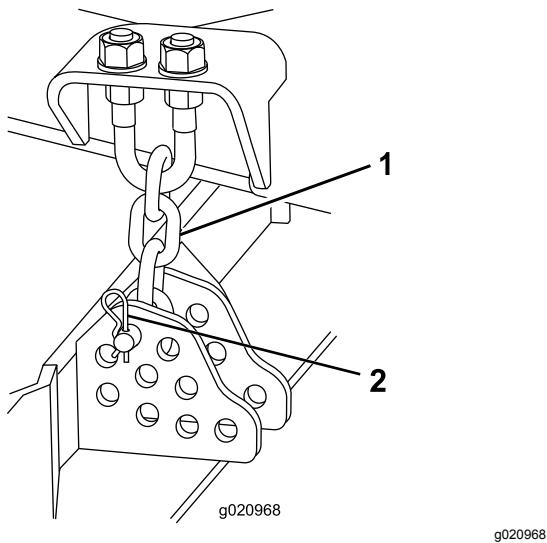

Figura 19
10. Togliete la coppiglia e il perno con testa che fissano le catene dell'altezza di taglio sul retro del piatto di taglio (Figura 19).